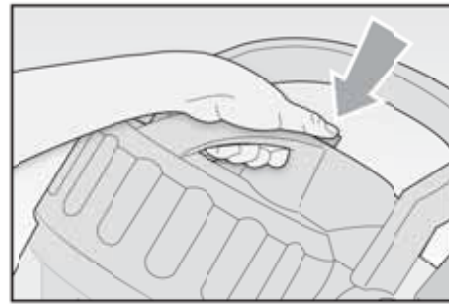

Fig. 6
- Premere il pulsante di sblocco e contemporaneamente estrarre il contenitore della polvere (B) per mezzo dell'apposita impugnatura (C) (FIG. 6).